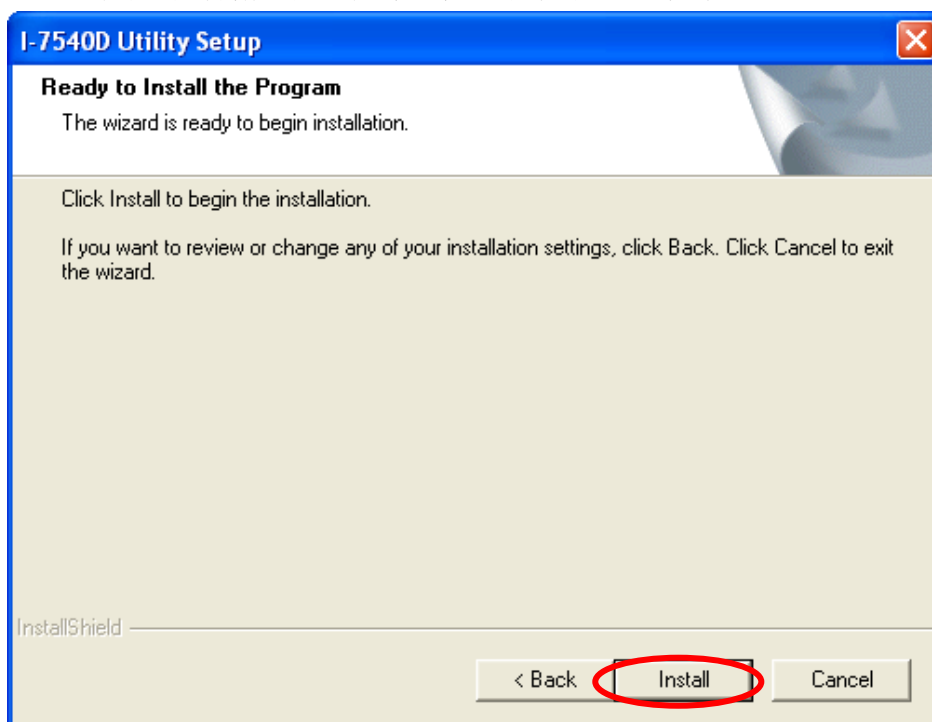

图 3-4: 「准备安装程序」对话框
Step 5: 点击「Next」后，画面弹跳出「准备安装程序」的窗口提示用户，安装精灵已准备好开始安装的程序。其画面如图 3-4 所示。